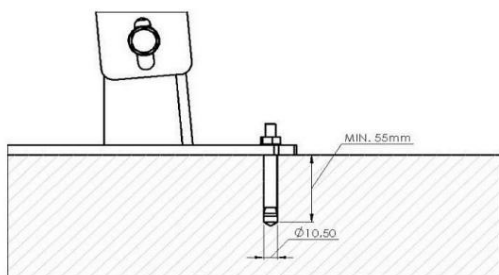

Bild 10: Val av bultar
- Som operatör (3, bild 10) ska du stå framför sågheten till vänster eller framför kontrollpanelen under drift. Kontrollknapparna och andra manöverelement är tydligt synliga och lättåtkomliga från denna position. Sågbladets hela omkrets är framför dig.
- Arrangera arbetsområdet (1, bild 10) så att det alltid finns tillräckligt med fritt utrymme (2, bild 10) för att använda maskinen och att operatörer/assistenter kan röra sig säkert.
- Assistenterna (4, Bild 10) måste lämna maskinens arbetsområde efter att de har placerat eller mottagit materialet som ska skäras och stanna utanför arbetsområdet.
- Används för transport av stora och tunga arbetsstycken kräver en mobil transportvagn och ett förvaringsutrymme för arbetsstyckena (5, bild 10).